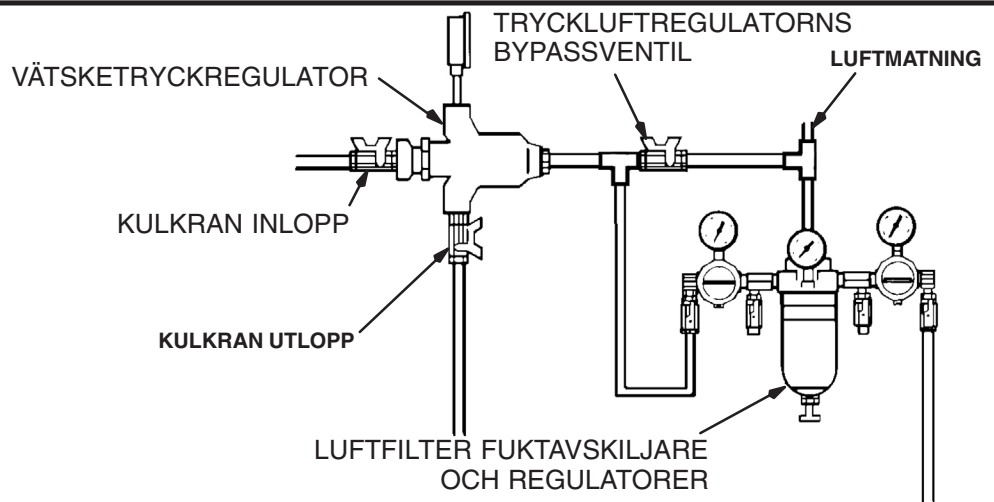
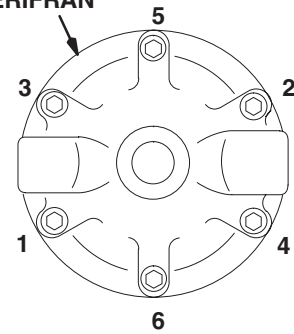

Fig. 2
Fig. 4
1. Starta pumpen och öppna färgregulatorns inloppskran så att färg kommer in i regulatorn. Se Fig. 2.
2. Stäng kranen på regulatorns luftinlopp. Se Fig. 2.
5. Ta bort svivelkopplingen (23) och fjädern (40) från regulatorhuset.
6. Ta bort kulan (20), sätet (16) och packningen (15). Se Fig. 4.
9. Ta bort membran (22) och packning (26).
10. Ta bort fjädern (3), ventilaxeln (9) och packningen (21) från axelhuset (18).
12. Spänn fast axelhuset (18) i ett skruvstycke. Placera, en i taget, packningen (26), membranet (22) – *med den vita PTFE-sidan mot undre huset*, och brickan (17) på axelhuset (18). Fäst dem med låsmuttern (13). Dra åt låsmuttern på axelhuset till moment 28–47 N.m.
13. Montera ventilaxel (9), fjäder (3), packning (21) och låsskruv (10) på axelhuset (18). Kontrollera att tappen på ventilaxeln (9) går i spåret på skruven (10).
15. Montera delarna i huset (6).
16. På modell 214980: dra åt luftanslutningen (29) i locket (7). Dra åt till moment 28–47 N.m.
17. Montera locket (7). Dra åt de sex lockskruvorna (1) i den ordning som anges i Fig. 4, **Vy underifrån**, och till angivet moment.
18. Montera packning (15), ventilsäte (16) och kula (20) i huset (6).